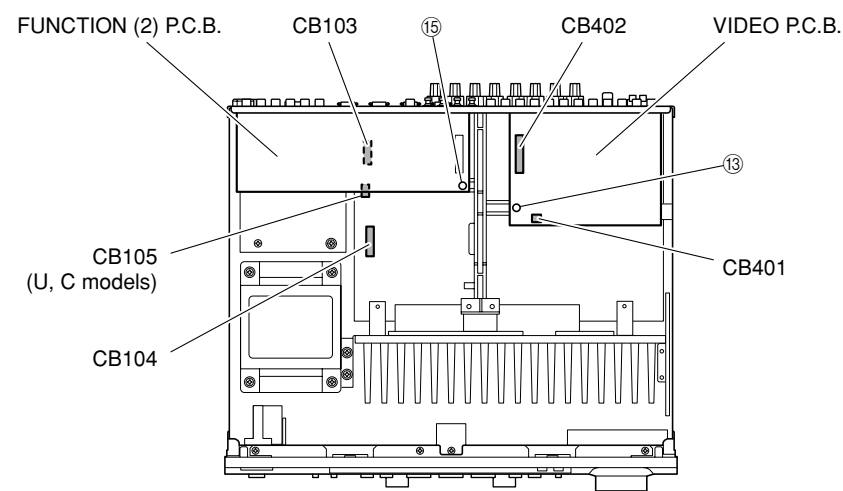

Fig. 3
- a. Remove 1 push rivet (13). (Fig. 3)
- c. Remove CB401 and CB402. (Fig. 3)
- b. Remove the VIDEO P.C.B.. (Fig. 3)
- a. ⑬のプッシュリベット1本を外します。(Fig. 3)
- c. CB401、CB402を外します。(Fig. 3)
- d. VIDEO P.C.B.を取り外します。(Fig. 3)
**8. Removal of FUNCTION (2) P.C.B.**
- a. Remove 1 push rivet (15). (Fig. 3)
- c. Remove the FUNCTION (2) P.C.B.. (Fig. 3)
- a. ⑮のプッシュリベット1本を外します。(Fig. 3)
- c. FUNCTION(2)P.C.B.を取り外します。(Fig. 3)
- d. Remove CB103, CB104 and CB105 (U, C models). (Fig. 3)